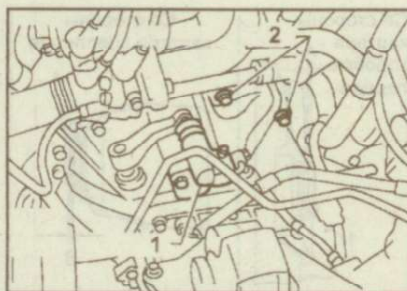

Рис. 9.18. Расположение рабочего цилиндра сцепления (1) и болтов (2) крепления стартера
3. Снимите рабочий цилиндр сцепления с картера коробки передач (рис. 9.18).
6. Выверните болты и снимите стартер (см. рис. 9.18).